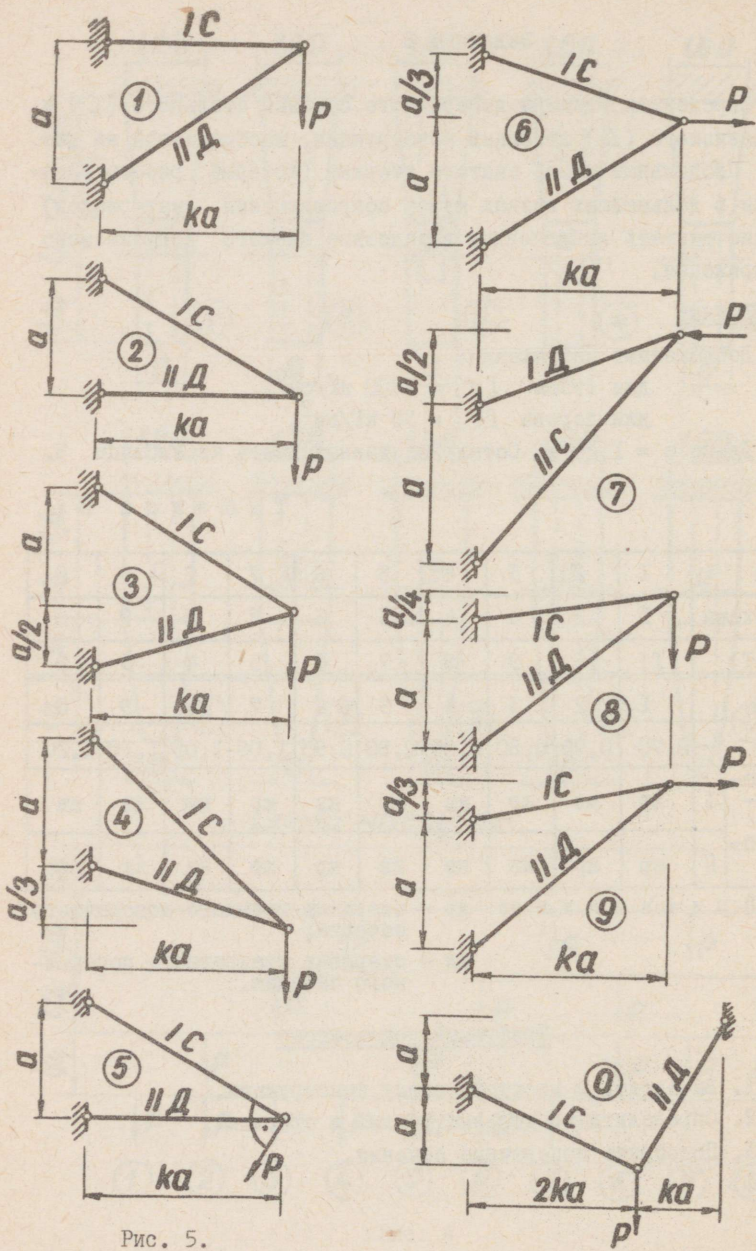

Рис. 5.
Определить размеры поперечного сечения стального (C) и деревянного (D) стержней конструкции, изображенной на рис. 5. Продольный изгиб сжатого стержня (который рассматривается в дальнейших главах курса сопротивления материалов) можно считать исключенным вследствие низкого допускаемого напряжения.
На рис. 5 изображена конструкция, состоящая из стального (С) и деревянного (Д) стержней круглого поперечного сечения. Какой величины силу Р можно приложить к конструкции?